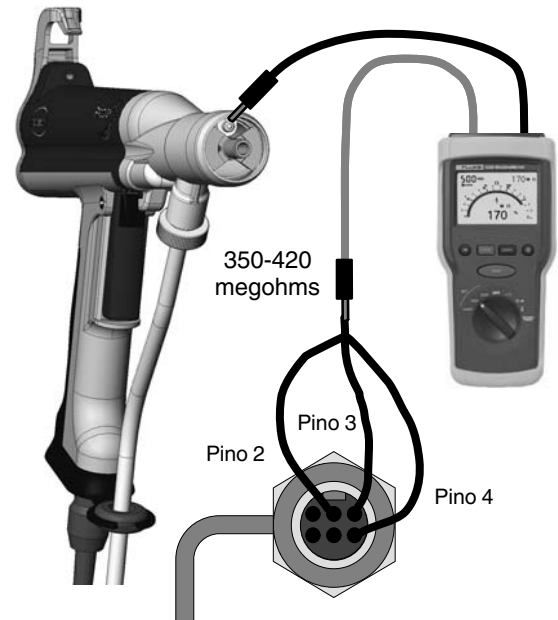

Figura 12 Teste da extremidade do cabo ao êmbolo com mola
1. Consulte a figura 12. Retire o bico.